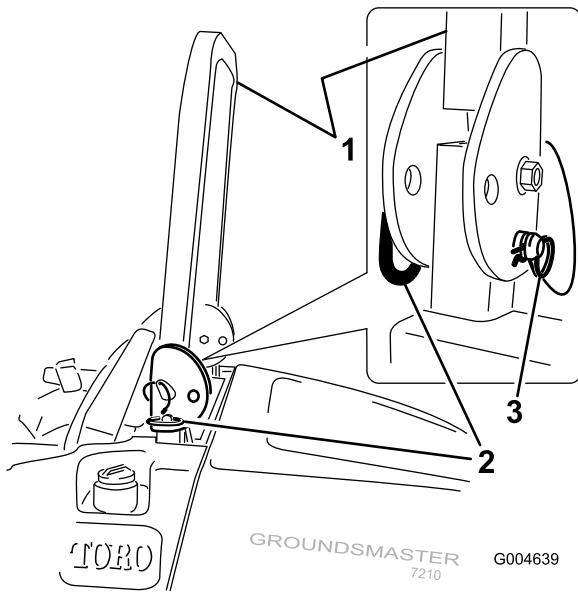

図 13
1. ROPS を下げるには、バーを前方に押して固定ピンに掛かっている力をゆるめた状態で、左右の固定ピンを抜き取る（図 13）。
3. ピンとヘアピンコッターで固定する(図 13)。
4. ROPS を立てるには、機体の左右でヘアピンコッターを抜き、ピンを外す(図 13)。
5. ROPS をまっすぐに立ててピンで固定し、ヘアピンコッターでロックする(図 13)。